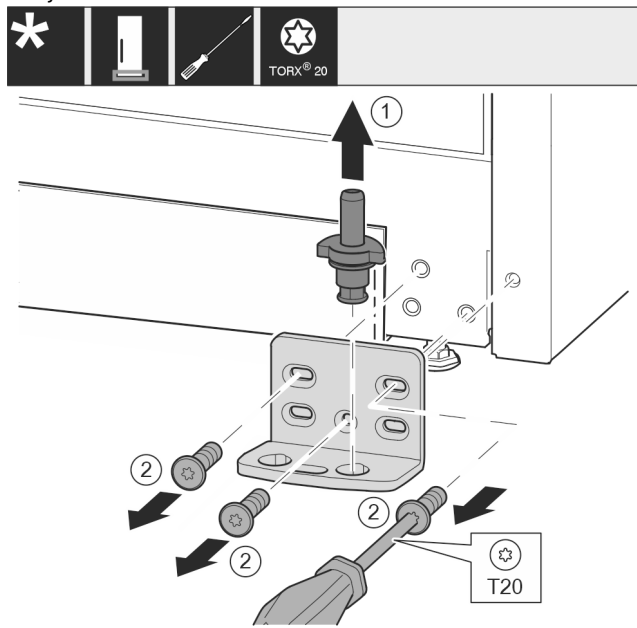

Fig. 18 *
- Izvucite svornjak ležaja Fig. 18 (1) potpuno prema gore.*
- Odvijačem odvrnite vijke Fig. 18 (2) i skinite podložak ležaja.*